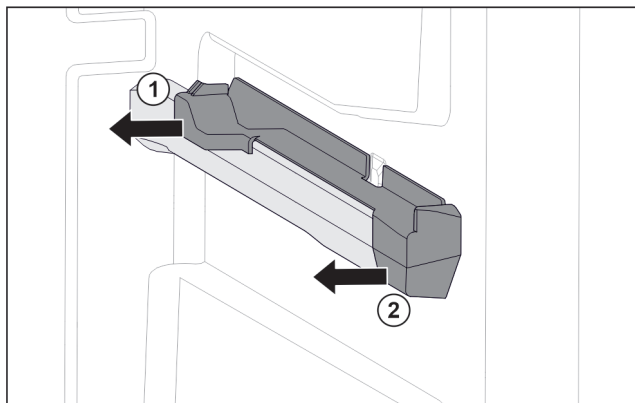

Fig. 124 Násuvný diel na pravom rebre nádoby
- Stiahnite násuvný diel vzadu do strany. Fig. 124 (1)
- Stiahnite násuvný diel vpredu do strany. Fig. 124 (2)